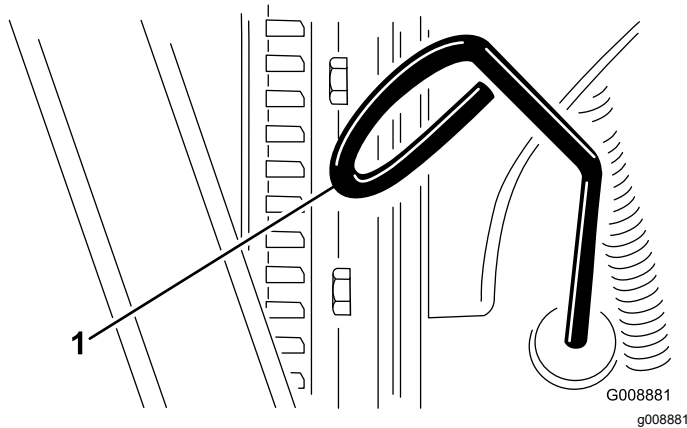

Bild 52
3. Entfernen Sie den Peilstab, wischen ihn ab und führen ihn wieder in das Rohr ein; ziehen Sie ihn dann wieder heraus. Der Ölstand sollte zwischen der NACHFÜLL- und VOLL-Markierung sein (Bild 52).
4. Wenn der Ölstand niedrig ist, entfernen Sie den Einfülldeckel und füllen Sie Öl ein, bis der Stand zwischen der VOLL- und NACHFÜLL-Markierung liegt (Bild 52).